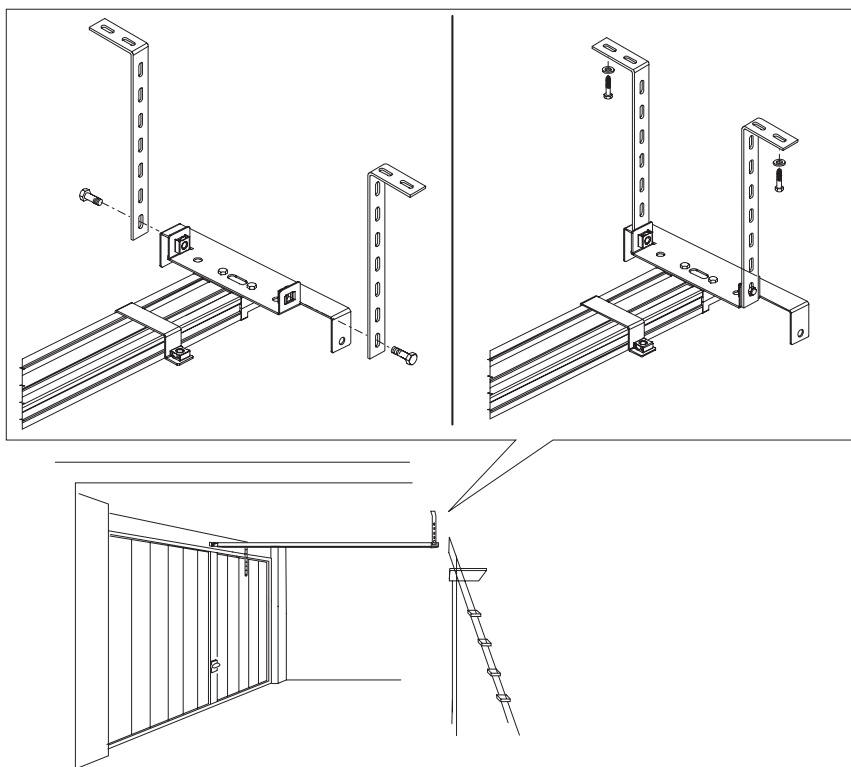

FIG. 14
- 11) Monter les pattes arrière sur l'attache arrière et repositionner le rail (fig. 14).